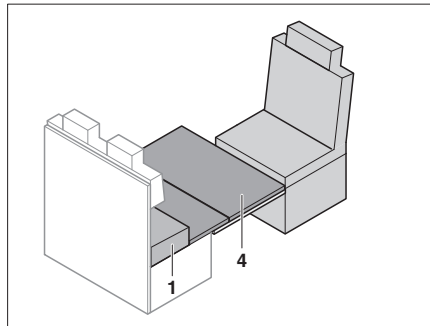

Fig. 192 Colocar el apoyo de cama de reserva
- Poner el apoyo de cama de reserva (Fig. 192,4) en la mesa. Crear así el borde delantero del apoyo de cama de reserva directamente en el asiento del conductor.